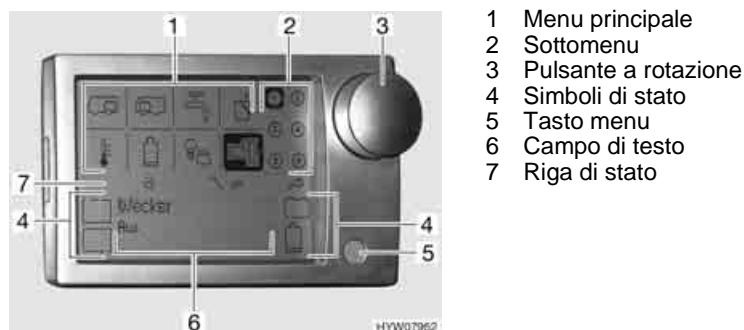

Fig. 145 Pannello di controllo (E-Display)
Il pulsante a rotazione (Fig. 145,3) inserisce o disinserisce il pannello di controllo e l'alimentazione a 12 V dell'abitacolo.
- Premere il pulsante a rotazione (Fig. 145,3): L'alimentazione a 12 V dell'abitacolo è inserita. Il display LCD indica gli attuali dati e si illumina per ca. 15 secondi. In caso di allarme appare inoltre il rispettivo indicatore.
- Premere il pulsante a rotazione (Fig. 145,3) per più di 1 secondo: L'alimentazione a 12 V dell'abitacolo è disinserita. Il display LCD si dissolve.
- Finestra simboli con menu principale (Fig. 145,1) e sottomenu (Fig. 145,2)
- Riga di stato (Fig. 145,7)
- Riga informativa con simboli di stato (Fig. 145,4) e campo di testo (Fig. 145,6)
Nella finestra dei simboli, azionando il pulsante a rotazione (Fig. 145,3) è possibile selezionare i simboli del menu principale e richiamarne i relativi sottomenu.
Per lasciare il menu, premere il tasto blu (Fig. 145,5) oppure tornare indietro mediante il pulsante a rotazione.